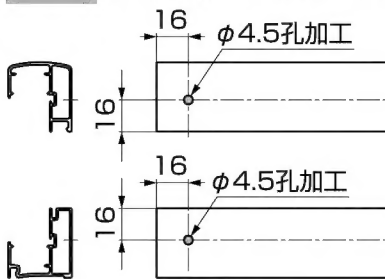
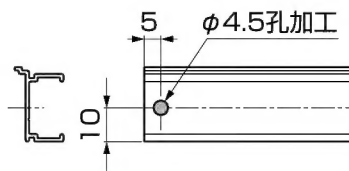

図1-2
図1-3
①切断した上柵、下柵、上枠、下枠にφ4.5の孔をあけてください。(図1-2、図1-3参照)